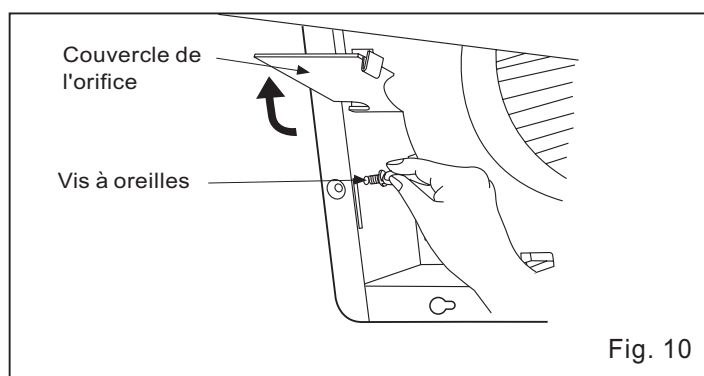

Fig. 10
- Ouvrez le couvercle de l'orifice et fixez le boîtier du ventilateur à l'adaptateur au moyen de la vis à oreilles. (voir Fig.10)
- Fixez l'adaptateur au boîtier du ventilateur à l'aide de la vis à oreilles. (voir Fig.10)